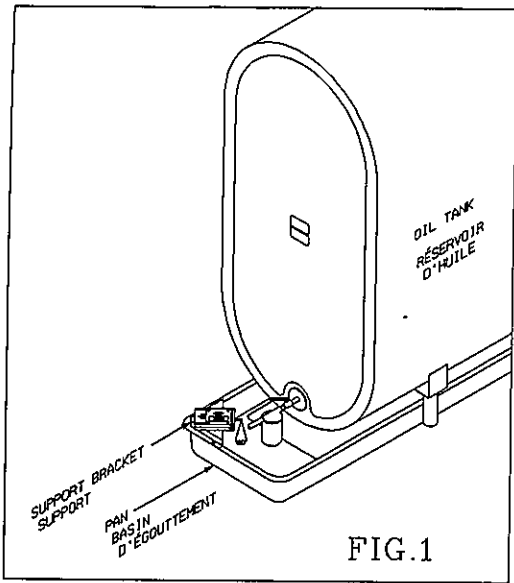

FIG. 1
2. Si assez d'espace existe, glisser le bassin d'égouttement sous le réservoir entre les pattes et étendre à l'extrémité du bec de sortie du réservoir Figure 1.